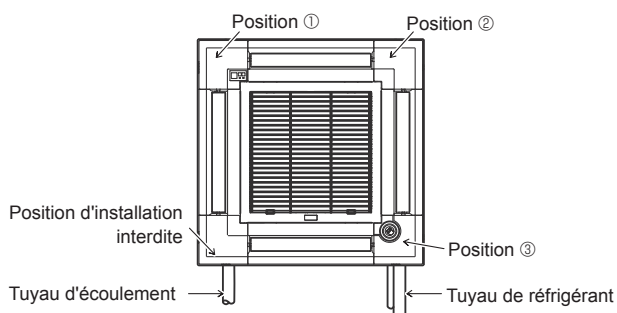

Fig. 7-11
Le panneau d'angle du récepteur de signaux ne peut en aucun cas être installé du côté du tuyau d'écoulement de l'appareil principal. (Se reporter à la Fig. 7-11)
- Le panneau d'angle du i-see Sensor doit être fixé sur la grille ① à l'aide de la vis ③.
- * Si la position du i-see Sensor est passée de la position par défaut (position ③) à une autre position, changez les réglages de fonction. (Fig. 7-11)
- Le panneau d'angle du i-see Sensor ne peut en aucun cas être installé du côté du tuyau d'écoulement de l'appareil principal. (Se reporter à la Fig. 7-11)